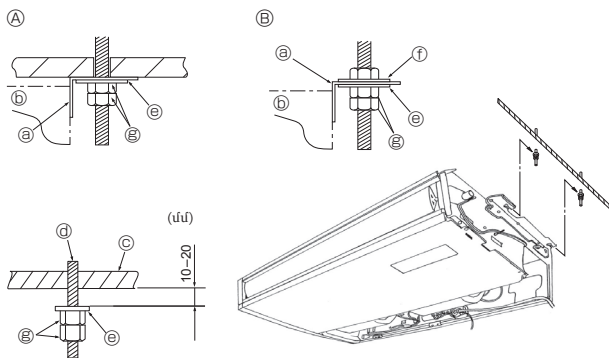

Fig. 3-5
② Ներմղման վանդակաձաղի վրա ուժ գործադրելու կամ ավելի քան 120° անկյան տակ բացելու դեպքում կարող են վնասվել ծխնիները:
3.3. Ներքին բլոկի տեղադրում (Fig. 3-5)